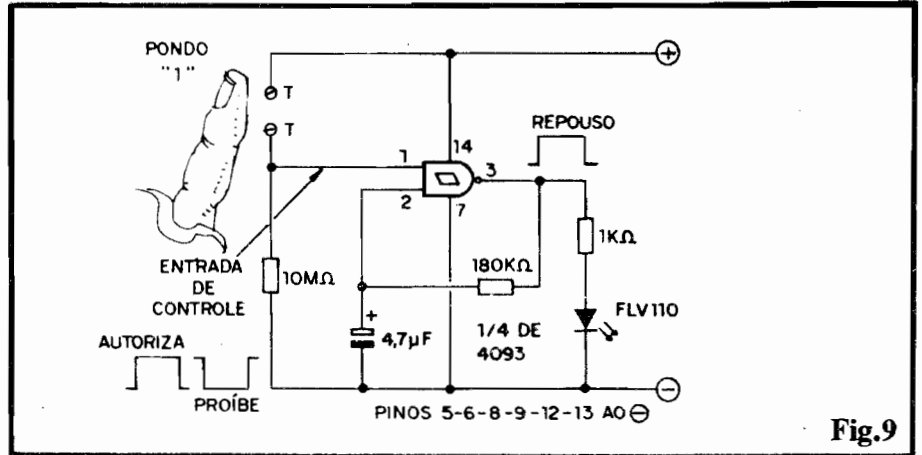

Fig.9
- FIG. 9 - (EXPERIÊNCIA) - UM ASTÁVEL CONTROLADO POR TOQUE (COM "ENTRADA DE AUTORIZAÇÃO"...)
Estruturas mais e mais sofisticadas, em desempenho e em facilidades operacionais, podem ser implementadas com os gates S.T.... No diagrama/exemplo (que também pode facilmente ser reproduzido sobre um Proto-Board...), temos duas interessantes "melhorias" sobre o esquema básico do ASTÁVEL, mostrado na figura anterior... A anexação de uma ENTRADA DE AUTORIZAÇÃO e a possibilidade de COMANDO POR TOQUE (basta "encostar o dedo"...). Para entender, primeiramente, o "negócio" da ENTRADA DE AUTORIZAÇÃO, basta recordar a Tabela Verdade dos gates NAND (já vista, em "Aula" anterior...), onde constatamos que, estando (num gate de 2 entradas, como é o caso...) uma ou ambas as Entradas, em "0", a Saída apenas pode mostrar "1"... Analisemos, então, o diagrama da fig. 9 (muito parecido com o da fig. 8, já descrito...). Notem que no caso anterior, as duas Entradas estavam "juntadas", configurando um simples inversor, porém agora, apenas uma das duas Entradas do gate encontra-se ligada aos demais componentes do ASTÁVEL... Já o pino 1 ("outra" Entrada...), está normalmente em "0", via resistor de 10M. Com isso (uma das Entradas - pino 1, no caso - em "0"), a Saída (pino 3) mostrará estado fixo